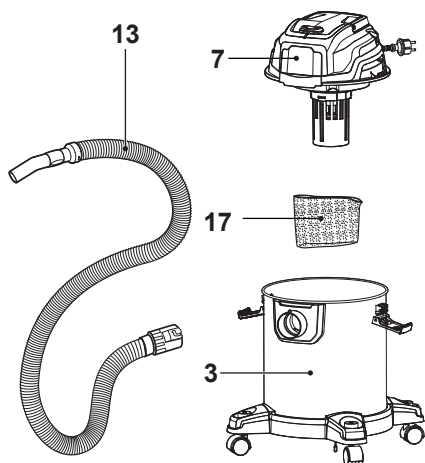

Fig. 4 Aspiración en húmedo
- con la funda de espuma (17) si va a aspirar en húmedo (Fig. 4).